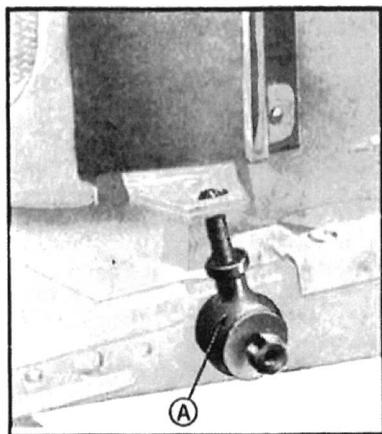

Fig. 285. — Support de radiateur.
- 6—Dévisser l'écrou de fixation de la colonnette sur son support et enlever cette dernière, en tenant le radiateur soulevé (fig. 285).